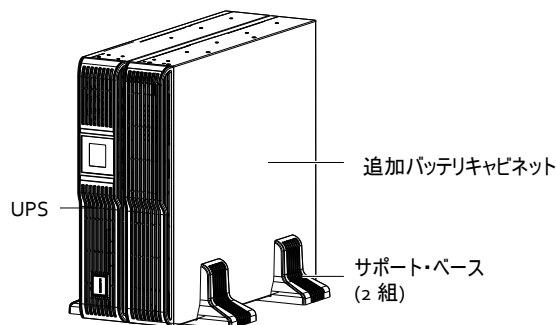

図 1-5 UPS と追加バッテリーキャビネットの設置
5. Liebert GXT3-J UPS とバッテリーキャビネットをサポート・ベースにのせます。1 台の Liebert GXT3-J UPS に 2 組のサポート・ベースを使用します(図 1-5)。